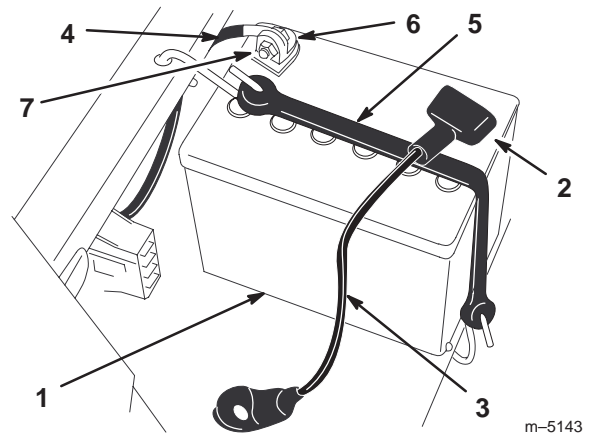

Bild 25
3. Klemmen Sie das Minuskabel (schwarz) vom Batteripol ab (Bild 25).
4. Schieben Sie die Gummiabdeckung am Pluskabel (rot) nach oben. Klemmen Sie das Pluskabel (rot) vom Batteripol ab (Bild 25).
5. Nehmen Sie die Batterieklemme ab (Bild 25) und heben Sie die Batterie aus dem Ständer heraus.
1. Stellen Sie die Batterie in ihren Ständer, wobei die Pole vom Armaturenbrett weg weisen müssen (Bild 25).
4. Befestigen Sie die Kabel mit zwei Schrauben (1/4 x 3/4 Zoll), Scheiben (1/4 Zoll) und Muttern (1/4 Zoll) (Bild 25).
6. Befestigen Sie die Batterie mit der Befestigung (Bild 25).